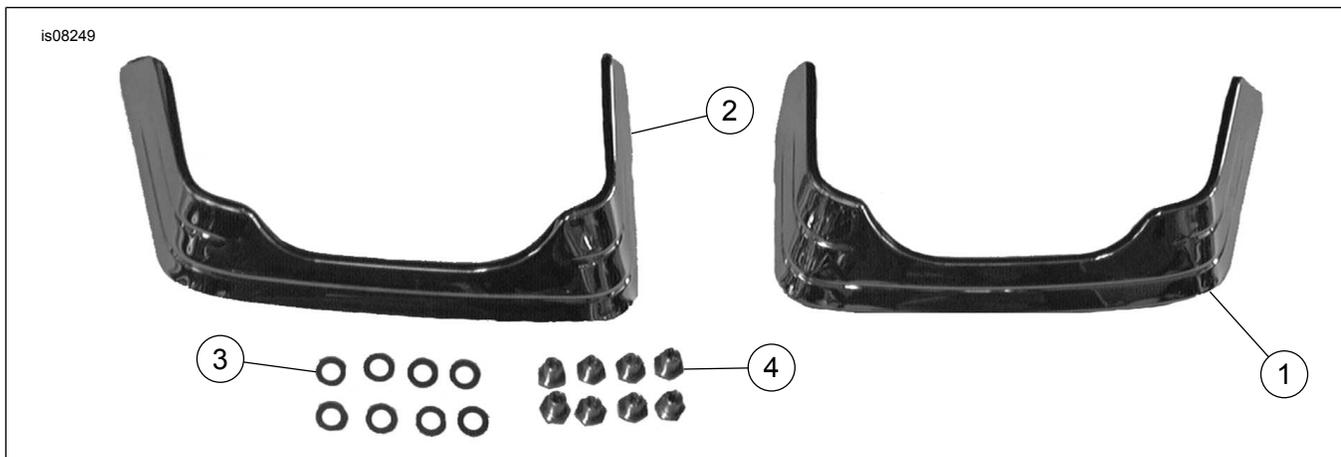

Figura 9. Piezas de servicio
Vea Figura 9 y Tabla 1.
13. Vea Figura 9. Obtenga las arandelas de nailon y las tuercas de ajuste manual del kit. Presione la parte delantera del Wingtip contra la cubierta de la alforja. Instale una arandela de nailon en una de las tuercas de ajuste manual y enrosque la tuerca en uno de los espárragos interiores, repita en el segundo espárrago interior. En este momento apriete las tuercas solamente con los dedos.